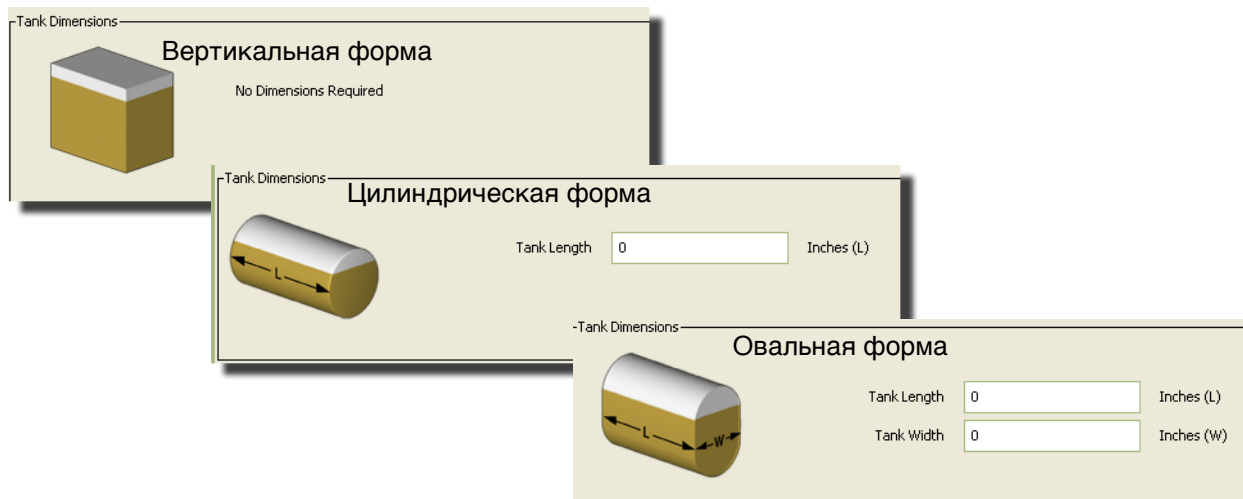

Рис. 102
- «Tank Shape» [Форма цистерны]: выберите «Vertical» [Вертикальная] (по умолчанию), «Cylinder» [Цилиндрическая] или «Obround» [Овальная]. Для цилиндрических и овальных цистерн нужны дополнительные сведения о габаритах (Рис. 102).